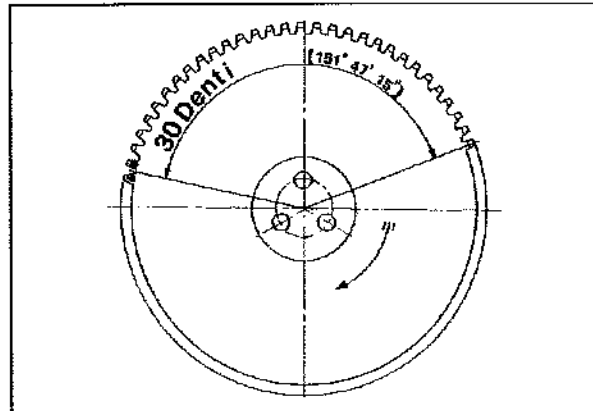

Fig. 55
- Togliere l'ingranaggio e procedendo in senso orario, sulla superficie opposta al foro della spina di centraggio, contare 30 denti (angolo corrispondente $151^{\circ}47'15''$) partendo dalla gola compresa tra i due riferimenti per l'albero motore (Fig. 55).